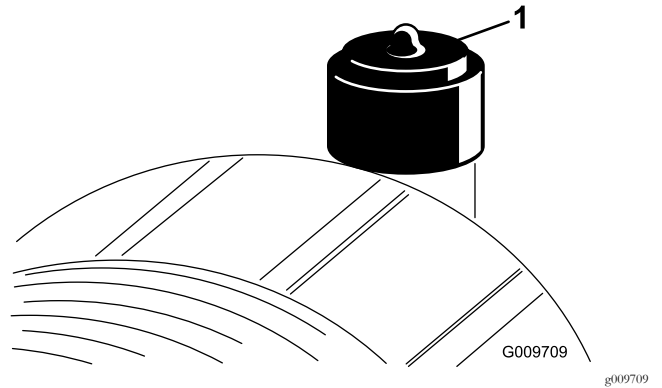

图39
仅在维修指示灯 (图39) 要求时才维修空气滤清器滤芯。如果是在必须更换之前才更换空气滤清器只会增加灰尘在滤清器拆下时进入发动机的几率。
2. 如果指示灯显示为红色请重设 (图39)。